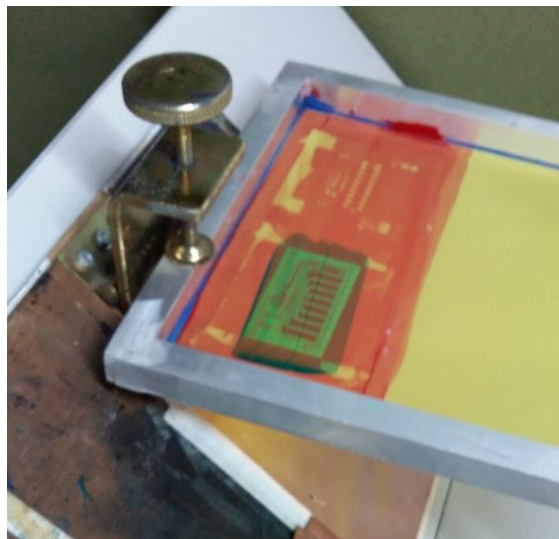

Figura 41. Impresión en falso de la tinta UV.
- Luego levante el bastidor y con una escobilla esparza la tinta con una inclinación de 45°, haciendo una impresión en falso como se observa en la figura 41.